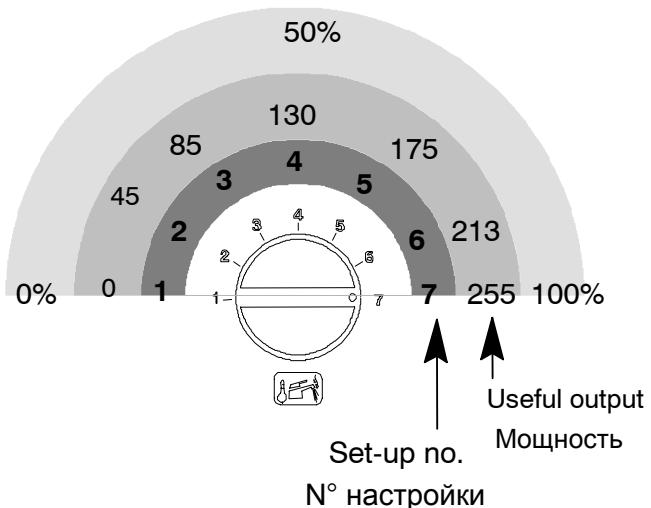
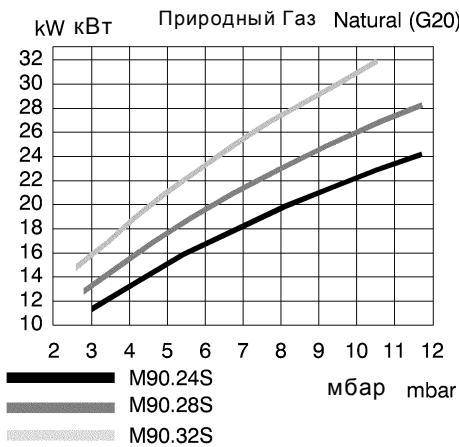
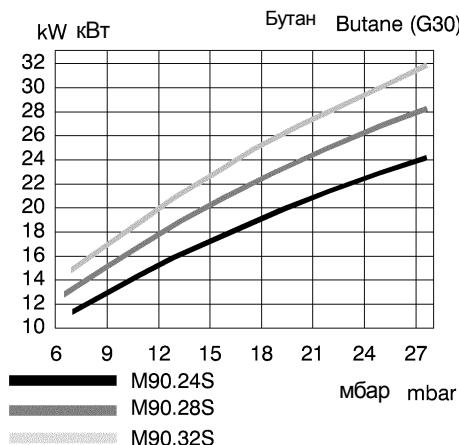

Fig. 6.11
Fig. 6-12
Fig. 6-13
- 26 To change the set parameters, turn the sanitary temperature adjustment knob to the required position (ex.: in Fig. 6.11 the knob is set to position 7, see also the tables on the boiler handbook, chapter *Gas adjustment check and* Fig. 6-12, Fig. 6-13, Fig. 6-14); blockage signal LEDs will flash quickly
- 26 Для изменения настройки, повернуть рукоятку регулирования температуры ГВС в правильное положение (пример: на Fig. 6.11 рукоятка установлена на седьмую позицию, смотреть также таблицы в руководстве бойлера Глава *Проверка настройки газа* ***Errore. L'origine riferimento non è stata trovata.***, ***Errore. L'origine riferimento non è stata trovata.***), при этом быстро мигает сигнальная лампа блокирования.
- 1 Remove the plugs indicated in Fig. 6-11.
- 1 Снимите заглушки, показанные на рис. 6.11